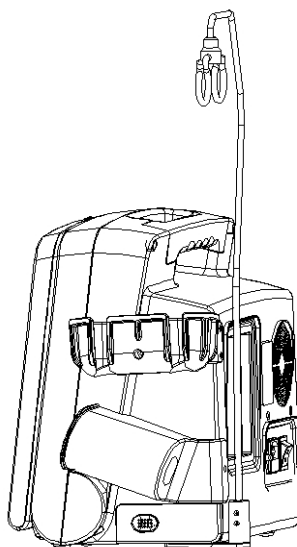

Abb. 4-2 Gerät mit montiertem Sondenkabelhalter
4. Gerät wieder auf die Füße stellen (s. Abb. 4.2).